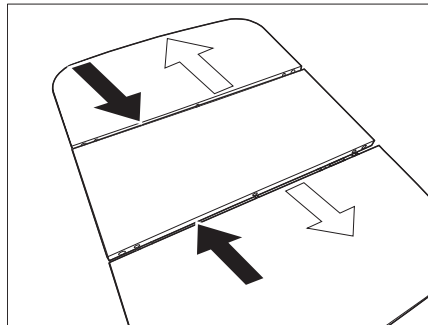

Fig. 102 Abaisser la table
- Pousser les parties extérieures de la table sur la partie médiane (Fig. 102 - flèches noires).
- Écarter l'une de l'autre les parties extérieures de la table (Fig. 102 - flèches blanches).